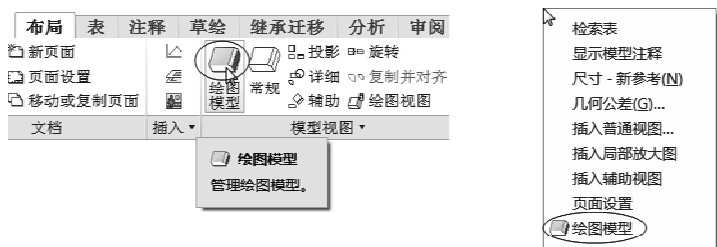

图 12-6 执行“绘图模型”命令的两种操作方式
- 1 要向绘图添加模型，则执行下列操作之一（见图 12-6）。